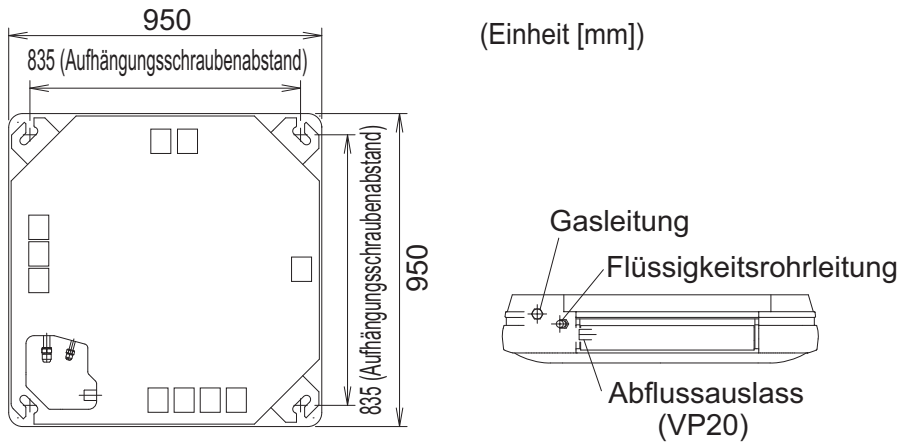
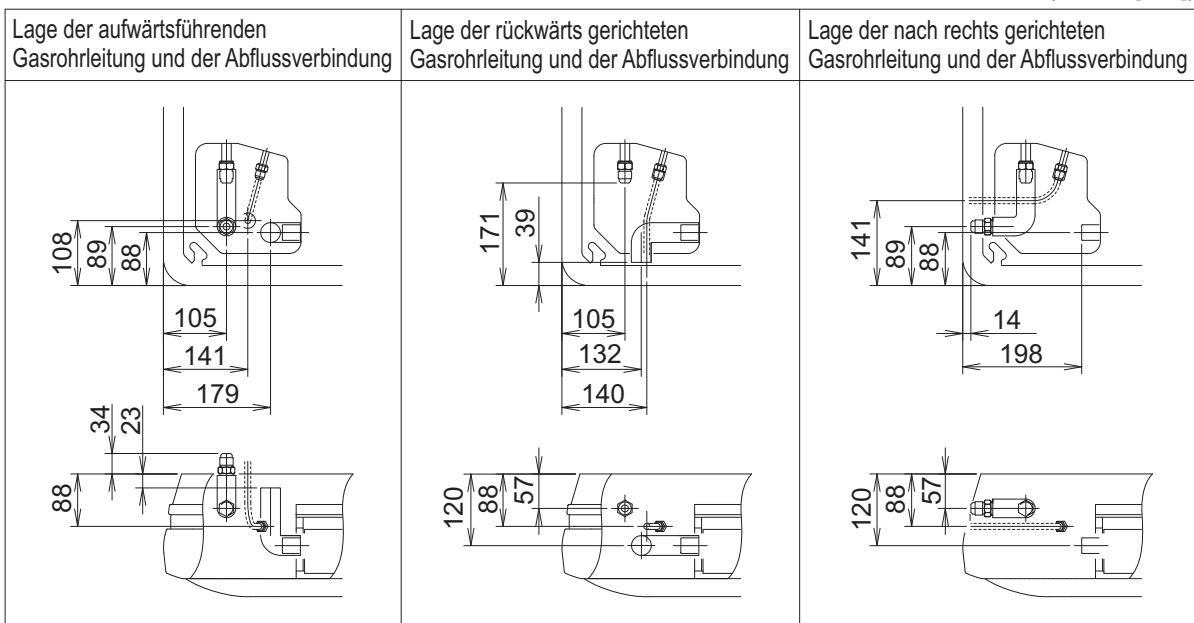

Abb. 5
Abb. 6
- (1) Überprüfen Sie die Lage der Gewindebolzen des Innengeräts, der Auslassöffnungen der Leitungen, der Auslassöffnung der Ablaufleitung und der Einlassöffnung für die elektrischen Leitungen. (Die Abbildung zeigt die Ansicht von der Decke aus.) (Siehe Abb. 5 und Abb. 6)